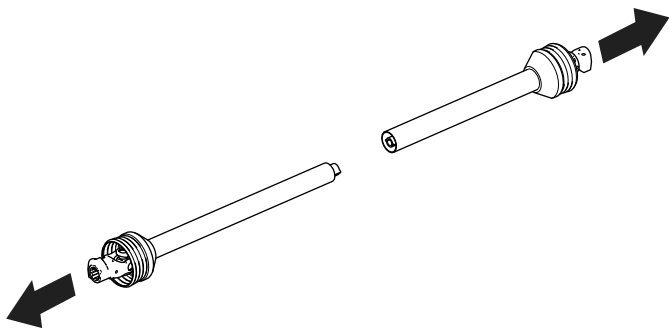

Figura 9
3. Separe las secciones del árbol de la TDF (Figura 9).